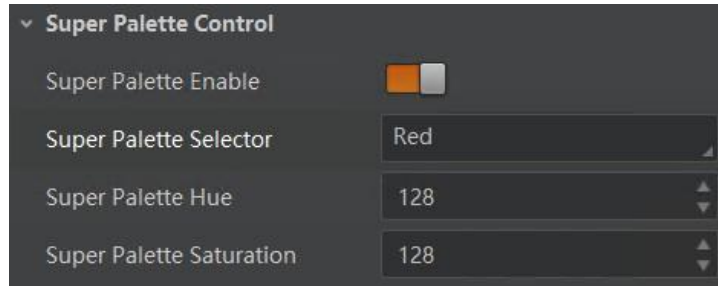

图7-48 Super Palette
3. 修改对应颜色区域的 *Super Palette Hue* 参数值及 *Super Palette Saturation* 参数值，如图7-48 所示。